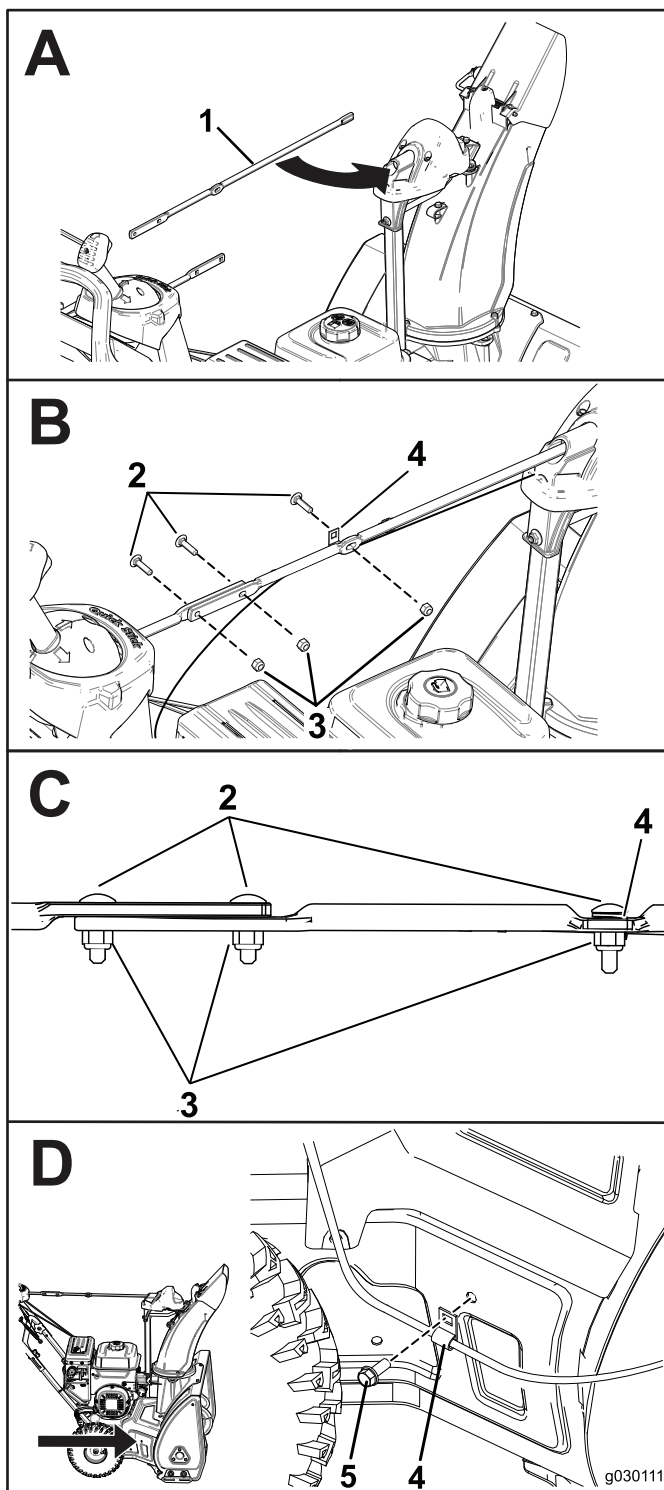

Figura6
2. Asamblați tija jgheabului și fixați cablurile (Figura6).